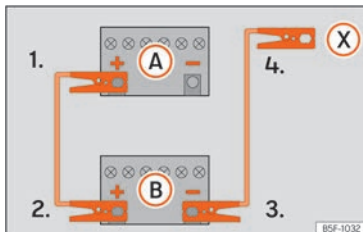

Abb. 82 Anschlusschema für Fahrzeuge ohne Start-Stopp-System.
zeugs mit der entladenen Fahrzeugbatterie (A) » » **Abb. 82.**
3. Klemmen Sie das andere Ende des roten Starthilfekabels an den Pluspol (+) des Strom gebenden Fahrzeugs (B).
- 4a. Bei Fahrzeugen ohne Start-Stopp-System: klemmen Sie ein Ende des schwarzen Starthilfekabels an den Minuspol (-) des stromgebenden Fahrzeugs (B) » » **Abb. 82.**